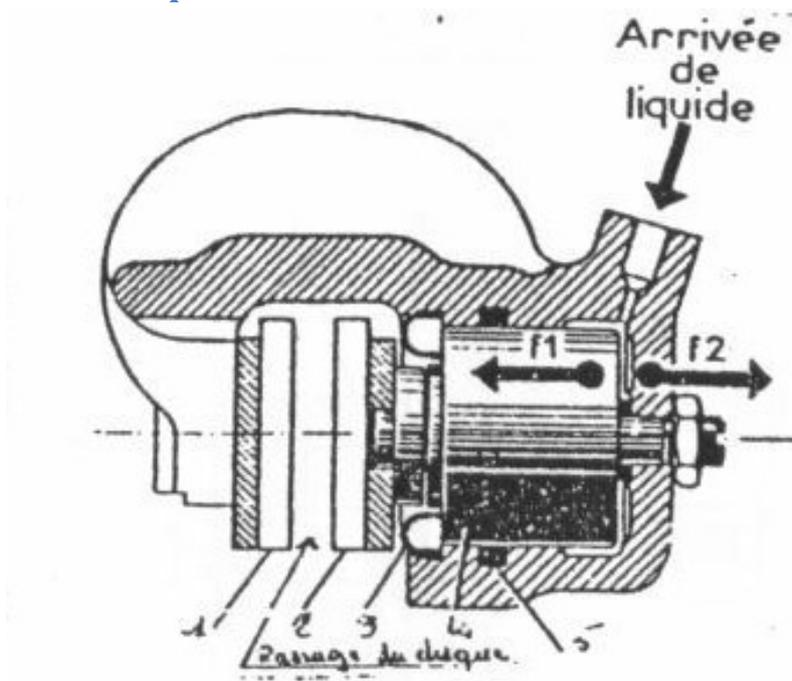

Figure 2
- (voir figure 2) Un piston (4) dans lequel est incorporé le réglage automatique assurant un jeu constant entre garnitures (1) et (2) et disque. Un joint d'étanchéité (5), un capuchon de protection en caoutchouc (3).